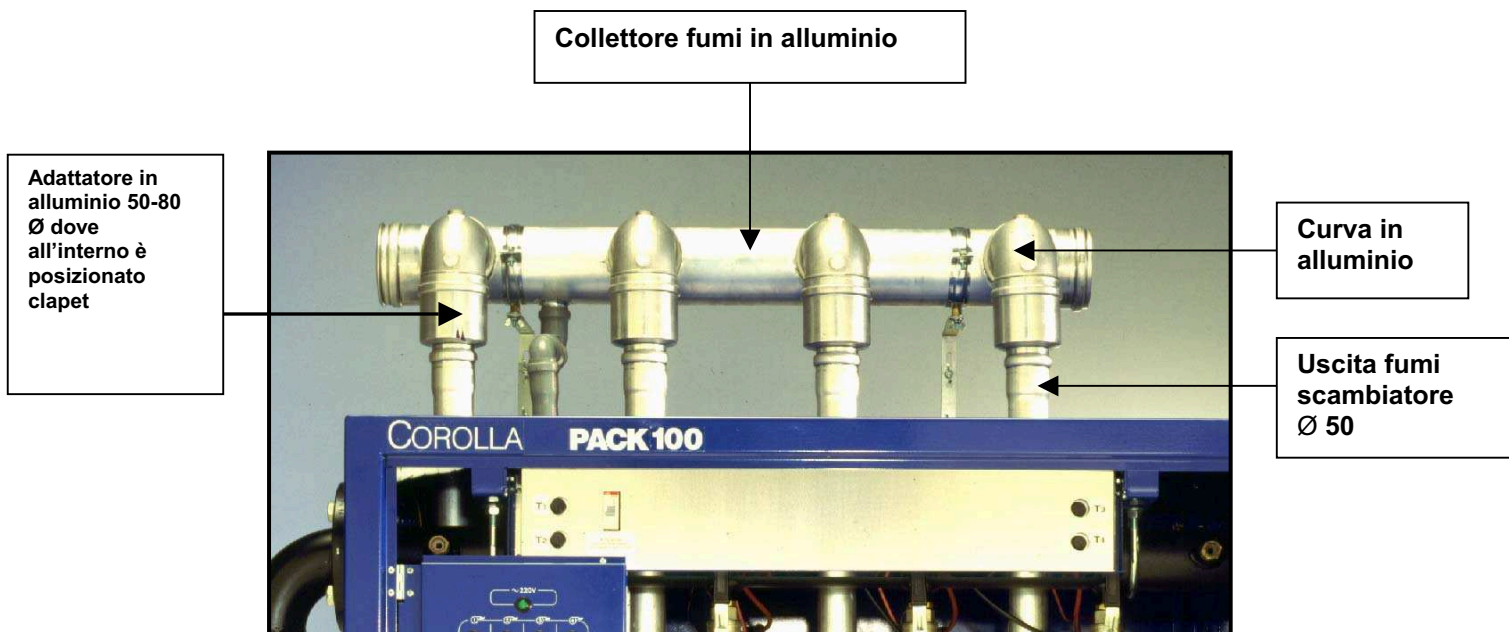

Fig.1
- 1) Rimuovere completamente il collettore in alluminio con le curve e l'adattatore vedi fig.1;